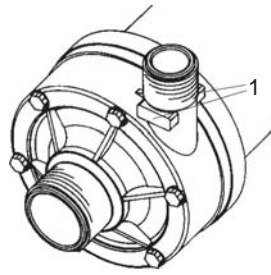

Abbildung 6: Verstärkung (1).
- Am Auslaß ist eine Verstärkung (siehe Abbildung 6), die beim Ein- bzw. Ausbau der Rohrverschraubung eine Beschädigung des Pumpengehäuses vermeidet.